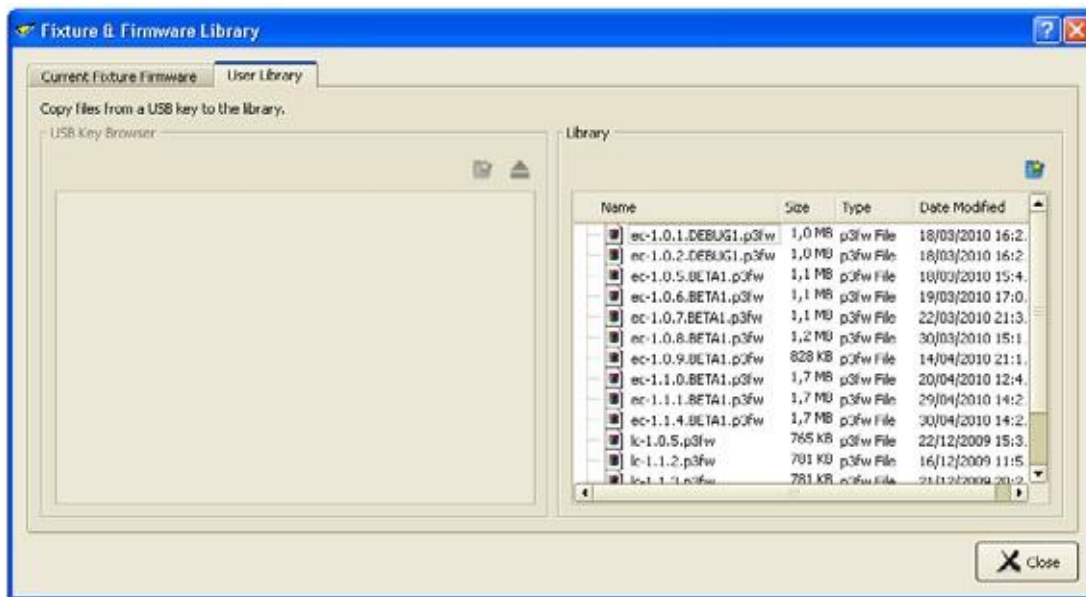

Рисунок 48: Вкладка User Library
5. См. рисунок 48. Нажать на вкладку **User Library** (Пользовательская библиотека) в этом окне. Чтобы обновить пользовательскую библиотеку, перетащить файлы из **окна поиска USB-накопителя** слева в окно **Library** справа. Таким образом файлы будут сохранены на внутренней памяти P3-100.